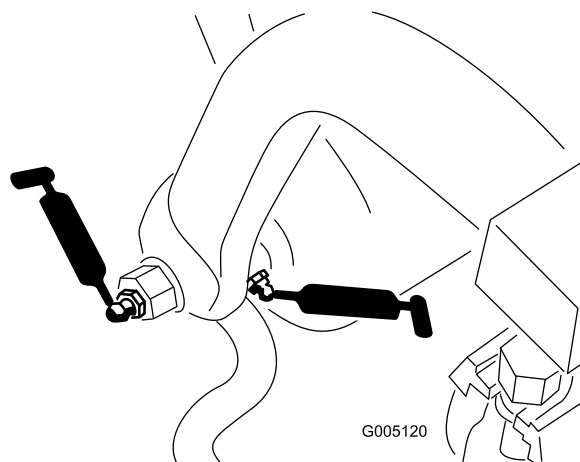

Figura 28
- Eixo e cilindro da estrutura de apoio (12) (Figura 28)